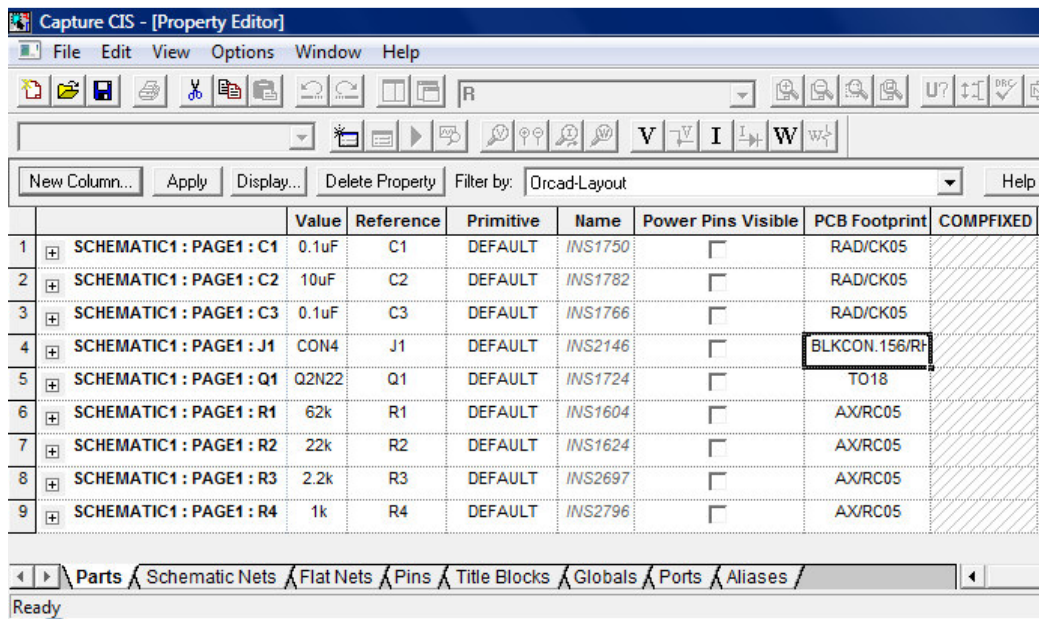

Fig. 13.
- Se deschide o fereastra **Property Editor** din fig. 13 :